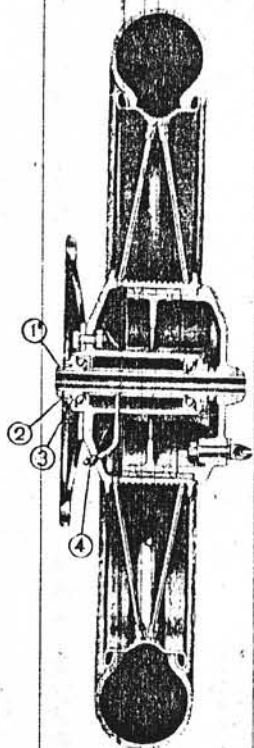

Fig. 19
Si allenti il dado (1) (fig. 19) sino a permettere alla rondella con nasello (2) di disinnestarsi dal cono (3) si giri a destra o a sinistra il cono (3) sino ad ottenere la voluta regolazione e si ritorni a bloccare tutto chiudendo il dado (1).